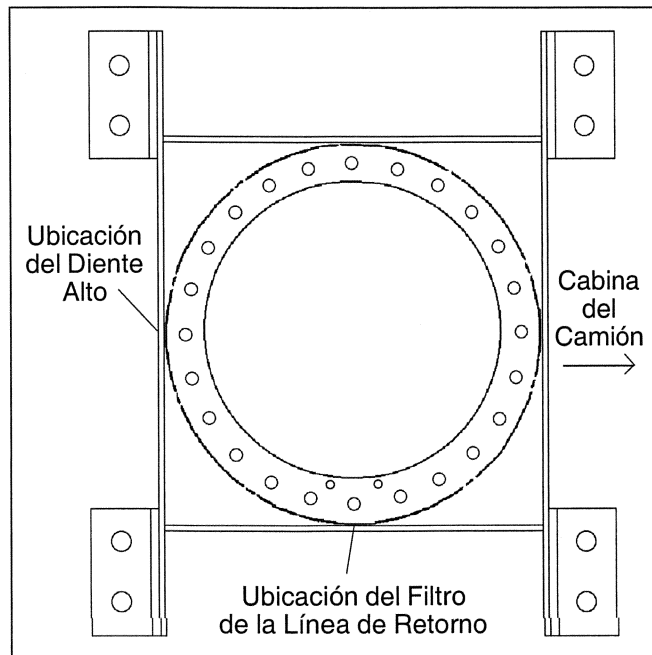

Figura 6.2 — Ubicación del Diente Alto
3. Coloque el rodamiento de rotación nuevo sobre el grupo soldado del pedestal, con el diente alto (marcado con pintura amarilla o azul) en la posición adecuada (ver Figura 6.2). Alíne los orificios de montaje con los orificios que hacen pareja para los tornillos en el rodamiento.
2. Rote el brazo hasta la posición que pareciera tener la menor cantidad de movimiento entre el piñón de rotación y el rodamiento de rotación. Esto será normalmente donde el piñón engrana con el diente alto del rodamiento de rotación. El diente alto es el punto del rodamiento donde el piñón de rotación engrana con el rodamiento de rotación cuando los brazos están guardados (remítase a la Figura 6.2). En un